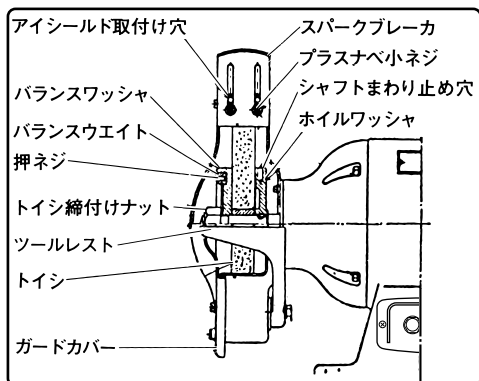

図 12
2. トイシの取付け、取りはずしは図12のようにホイルワッシャにシャフトのまわり止め穴があいておりますから、この穴に棒をさし込んでシャフトのまわるのを止め、トイシ締付けナットをまわしてください。
バランスワッシャ（図12、13参照）にあるバランスウエイトを移動して調整を行います。バランスウエイトは押ネジをゆるめると移動できますから次の要領で調整をしてください。